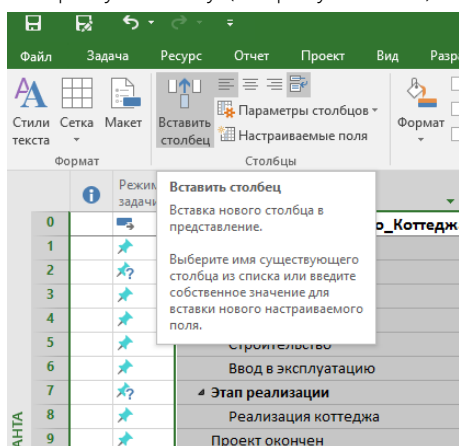

Рисунок 4.46 – Вариант вставки поля через кнопку «Вставить столбец»
4. Можно на закладке «Формат» нажать кнопку «Вставить столбец» и в списке полей выбрать нужное. Данный способ аналогичен второму способу (см. рисунок 4.46).